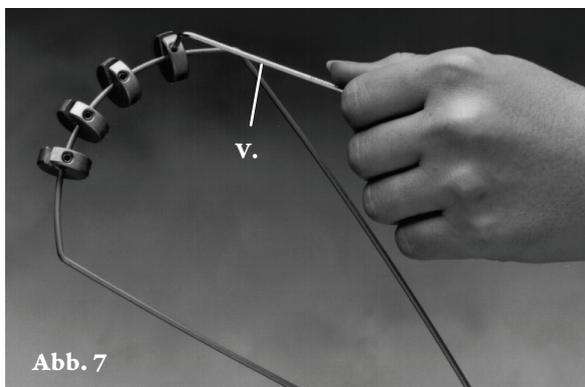

Abb. 7
- 7) Die Umlenkrollen mit dem Sechskantschlüssel (V.) positionieren und den Zugwinkel einstellen. Zum Festziehen nach rechts drehen. Zum Lockern nach links drehen. Der Auslegerstab kann in die erforderliche Position gebogen und abgewinkelt werden (Abb. 7). Wird der Ausleger in einen Schraubstock eingespannt, lässt sich der Winkel leichter verstellen.